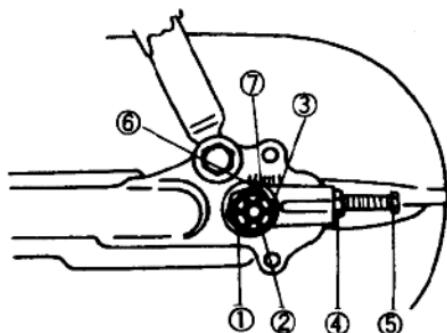

图 1-16 驱动链条的调整
(7) 驱动链条的调整。如果驱动链条的松紧度不符合规定，太紧或太松，则需调整。调整时，首先要把图 1-16 中的开口销①取下，然后松开轴螺母②，再松开压紧螺帽③，拧松锁紧螺母④，即可通过转动调整螺栓⑤来调整驱动链条的松紧程度。
如图 1-16 中所示，在调整装置上有指示记号⑥，在后轮叉上有刻度⑦。为了保证前后轮在同一直线上，调整驱动链松紧时一定要注意两侧指示记号要位于两侧同一刻度上。此外，在调整了链条的松紧度之后，应当